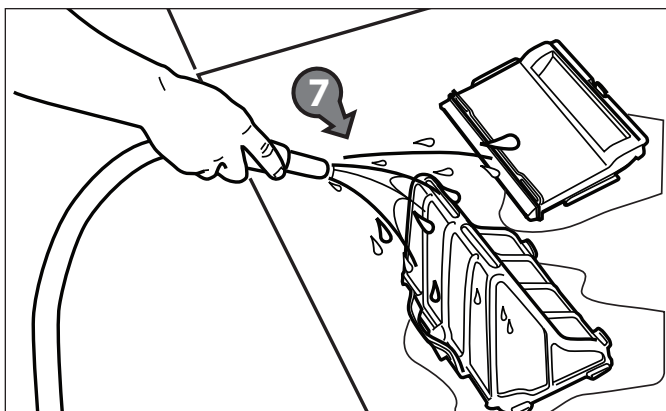

Figure 27. Laver le panier filtrant
9. Vider le panier filtrant de résidu, puis rincer le panier, le support du filtre et le nettoyeur sous l'eau ou à l'aide d'un tuyau. Se référer à la Figure 27.